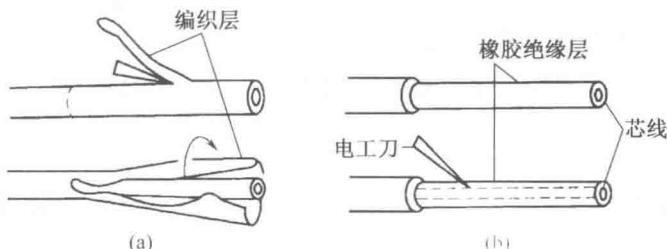

图 1-12 橡皮线绝缘层的剖削
(4) 橡皮线绝缘层的剖削方法和步骤如下:
① 先把橡皮线编织保护层用电工刀划开,其方法与剖削护套线的护套层方法类同。
② 然后用剖削塑料线绝缘层相同的方法剖去橡皮层。
③ 最后剥离棉纱层至根部,并用电工刀切去。操作过程如图 1-12 所示。